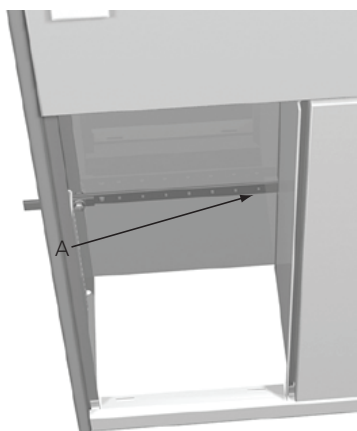

图23 电缆室的接地排
- a. 在电缆接头室的底部，将备用接地的接地末端连到地线（A）见图23。